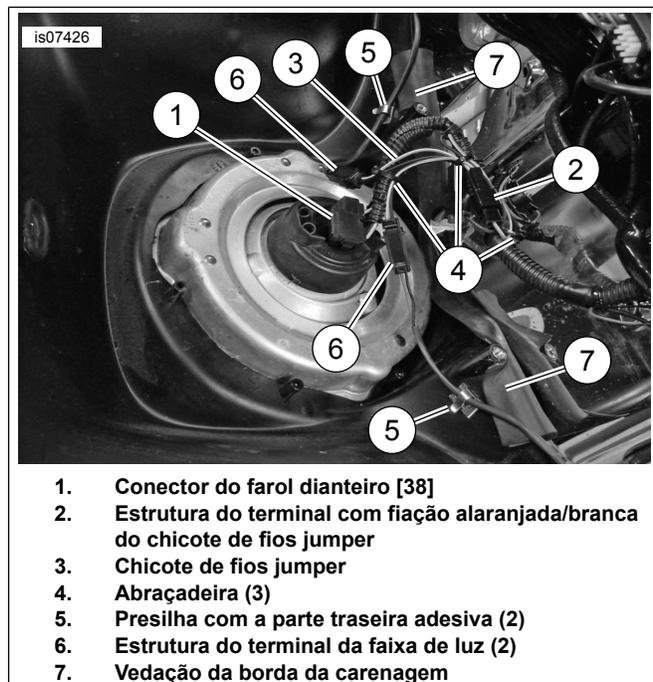

Figura 2. Localização da presilha da fiação da luz da borda da carenagem e da abraçadeira
1. Veja Figura 2. Pegue o chicote de fios jumper (3), as abraçadeiras (4) e as presilhas com a parte traseira adesiva (5) do kit.